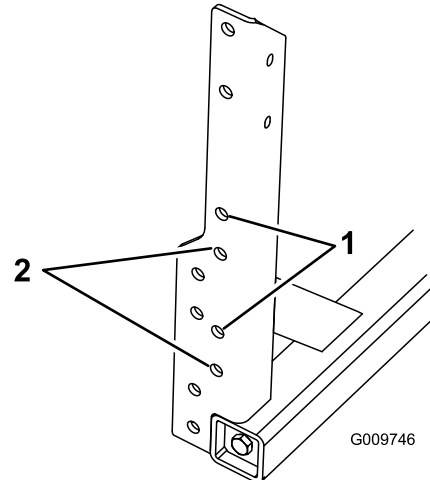

Bild 13
2. Ermitteln Sie mit Bild 13 die richtigen Befestigungslöcher für die Montage des mittleren Auslegers an der Maschine.